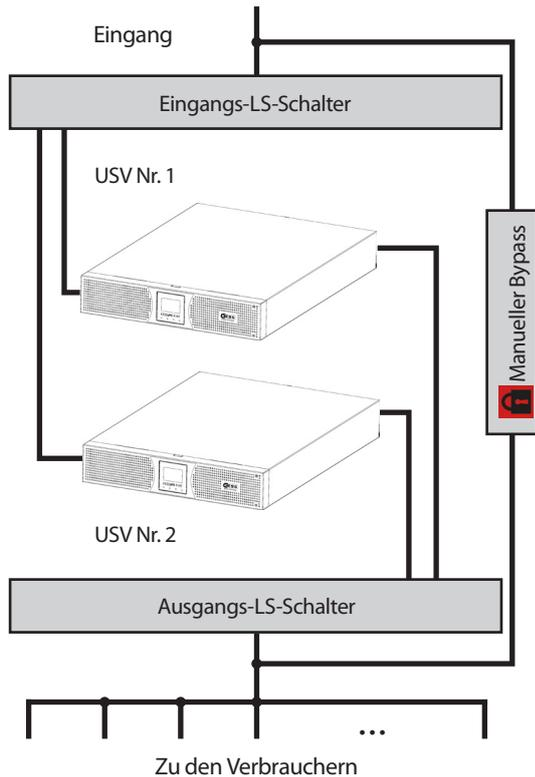

Abb. 16. Parallelanschluss von zwei KESSUPS 91RT von 4 bis 10 kVA mit Elektroverteiler und manuellem Bypass.
- Die Installation von Parallelsystemen muss mit einem Elektroverteiler versehen werden, der über einzelne Absicherungen für den Eingang, Ausgang und statischen Bypass verfügt (letzterer nur in Anlagen, in denen das zweite Netz benutzt werden soll), zusätzlich zu einem manuellen Bypass mit mechanischer Sperre, siehe Abb. 16 und 17.